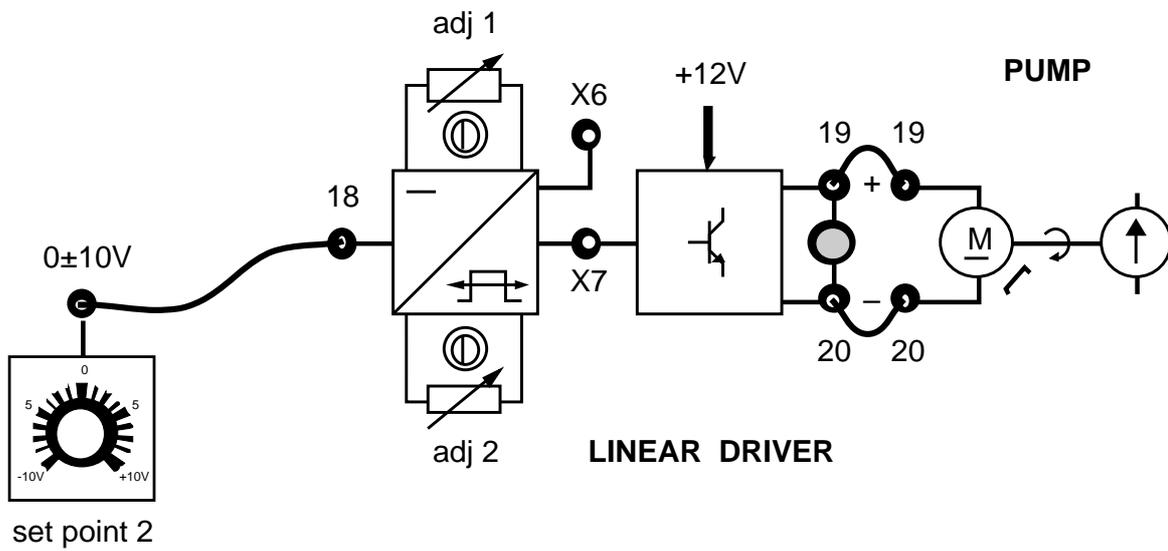

Fig. 20.1
Asegurado de que se conocen los prerrequisitos, entrega a los alumnos la Ficha 20.1 que representa el cableado del control ON-OFF (fig 20.1 y 20.2) y prepara el panel de simulación del proceso de la siguiente manera:
- 1) Conectar, mediante cables, el casquillo 19 del LINEAR DRIVER al casquillo 19 y el casquillo 20 al 20 (ficha 20.1 fig 20.1).
- 7) Conectar el casquillo del SET POINT 1 al casquillo 14 del regulador ON-OFF y el casquillo 13 del interface de temperatura al casquillo 13 del regulador ON-OFF (ficha 20.1 fig 20.1)